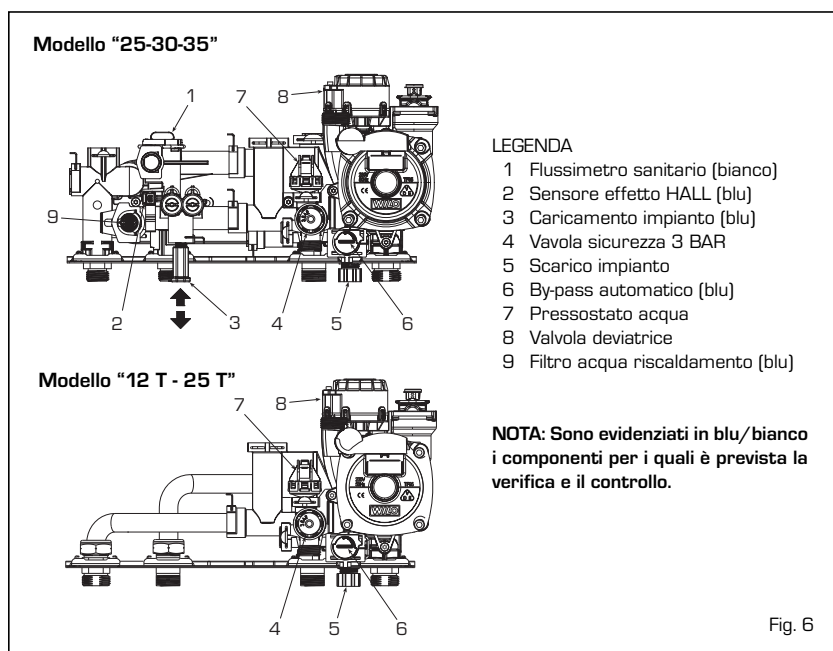

Fig. 6
2.6 RIEMPIMENTO E SVUOTAMENTO DELL' IMPIANTO (fig. 6)
Il riempimento dell'impianto si effettua agendo sul rubinetto di carico telescopico (3 fig. 6). La pressione di caricamento ad
impianto freddo deve essere compresa tra **1-1,2 bar**. Per svuotare l'impianto spegnere la caldaia e agire sullo scarico caldaia (5 fig. 6).